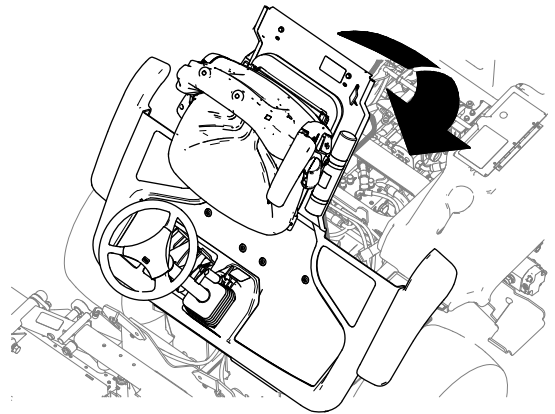

Figura 44
1. Abbassate la piattaforma con cautela (Figura 44).